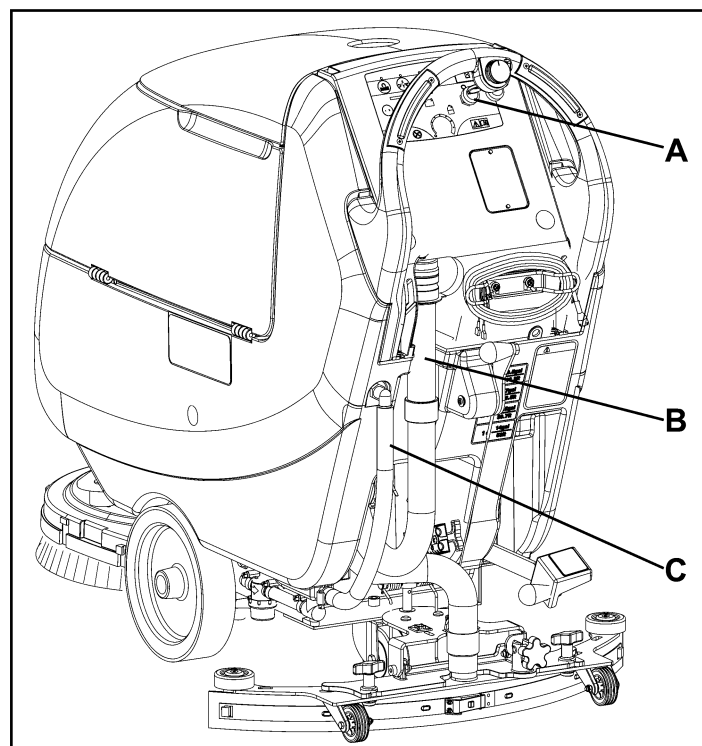
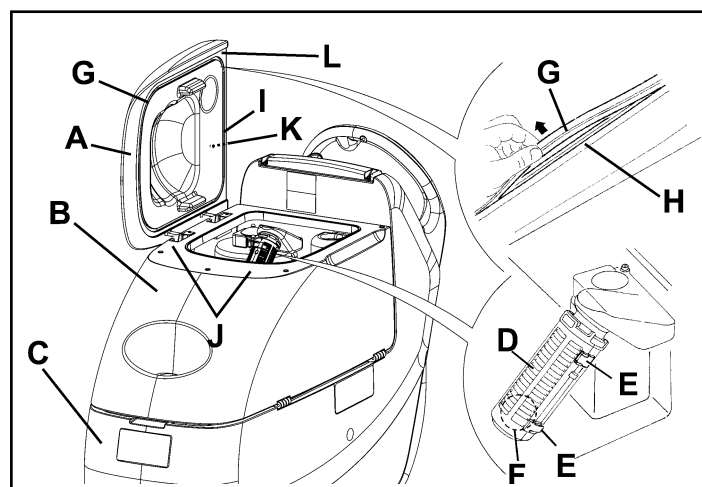

Figure 32
Figure 33
2. Tourner la clé de contact (A, Fig. 32) sur "0".
3. Ouvrir le couvercle (A, Fig. 33) et le porter dans la position de lavage (L).
4. Nettoyer et laver à l'eau propre le couvercle (A), les réservoirs (B et C) et la grille d'aspiration avec fermeture automatique à flotteur (D).
5. Vider l'eau des réservoirs à l'aide des tuyaux (B et C, Fig. 32).
Si besoin est, dégager les dispositifs de retenue (E, Fig. 33), ouvrir la grille (D), récupérer le flotteur (F) et nettoyer soigneusement; enfin reposer en place.
6. Contrôler l'intégrité du joint d'étanchéité (G) du couvercle du réservoir.